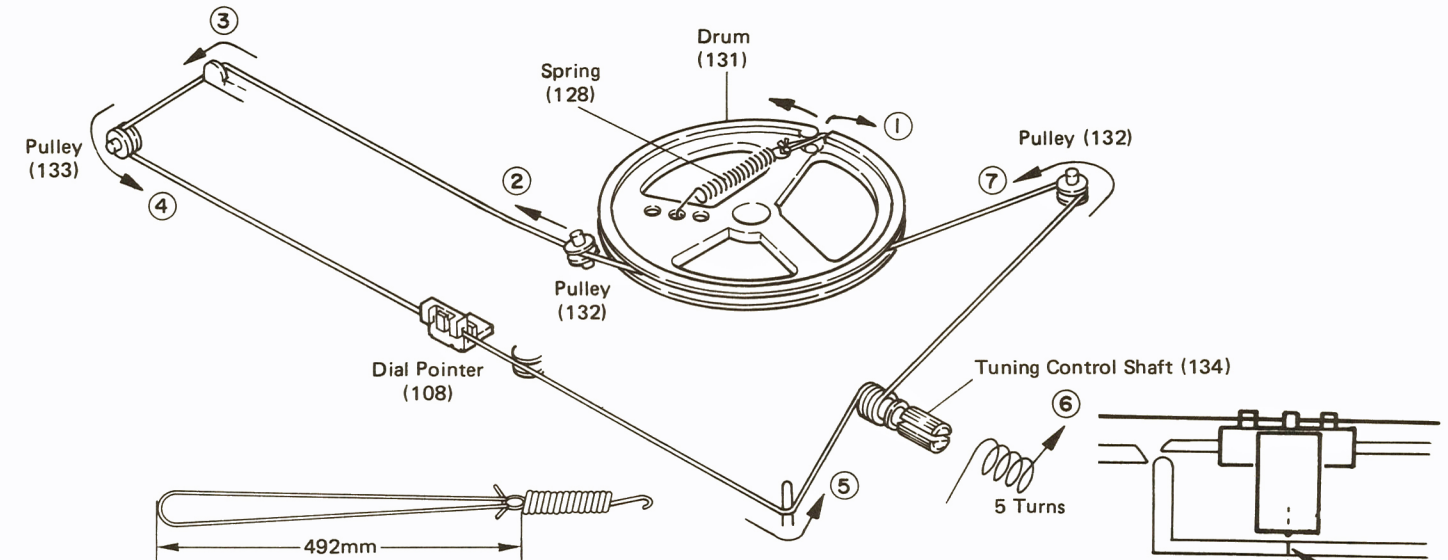

Figure 14-1
- Turn the drum fully clockwise and stretch its cord over the parts in the numerical order - as shown in Fig. 14-1.
- Tourner à fond le tambour dans le sens des aiguilles d'une montre et régler son fil sur les pièces dans l'ordre numérique comme le montre la Fig. 14-1.